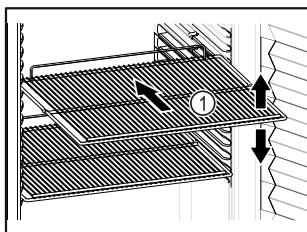

Fig. 75 Príklad zobrazenia
- ☐ Ak sa dajú odkladacie rošty Fig. 75 (1) premiestniť, prispôbte výšku.